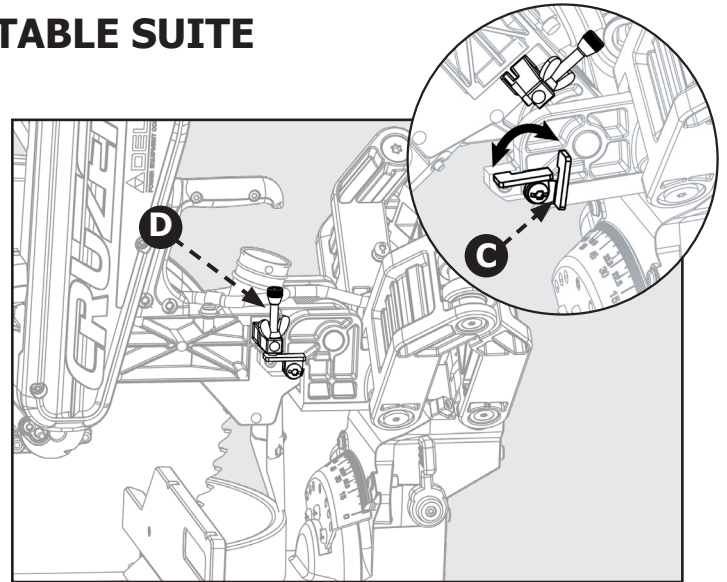

Figure 33
**Consultez la figure 33 et suivez ces instructions afin de régler la butée pour une profondeur spécifique de coupe :** tournez le support de la butée (C) dans le sens antihoraire vers le bas. La profondeur de la coupe peut maintenant être ajustée en tournant la vis d'ajustement de profondeur (D).